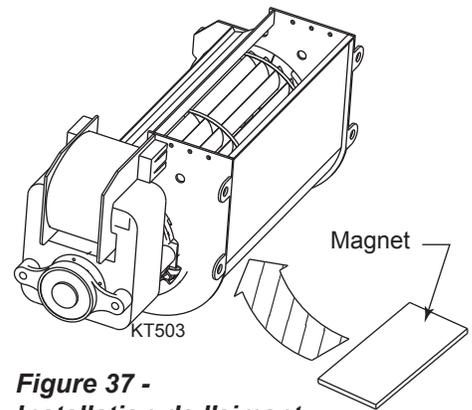

Figure 37 - Installation de l'aimant
8. Deux (2) bandes magnétiques ont été fournies pour fixer chaque ventilateur au plancher du caisson. Fixez-les sur la partie inférieure de chaque ventilateur avant l'installation. Figure 37